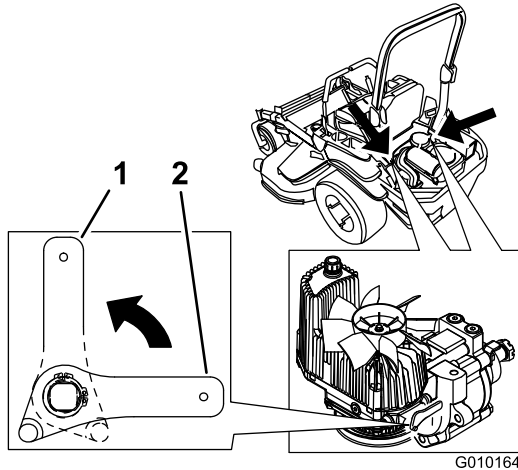

Figura 36
2. Rode as alavancas da válvula de libertação verticalmente para empurrar a máquina. Isto permite que o óleo hidráulico passe pela bomba, possibilitando a rotação das rodas (Figura 36).
4. Rode as alavancas da válvula de libertação horizontalmente para a máquina trabalhar (Figura 36).